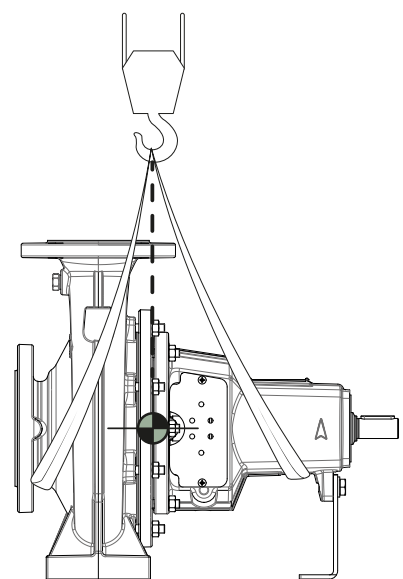

Figure 6 Centre de gravité de la pompe
- **Position du centre de gravité:** repérée strictement sur le plan d'encombrement ; voir Figure 6 *Centre de gravité de la pompe*, au moyen du symbole graphique normalisé (cercle divisé en quatre secteurs alternés blanc/noir). Les cotes figurant sur le plan indiquent la position spatiale exacte du centre de gravité par rapport aux axes de la machine.